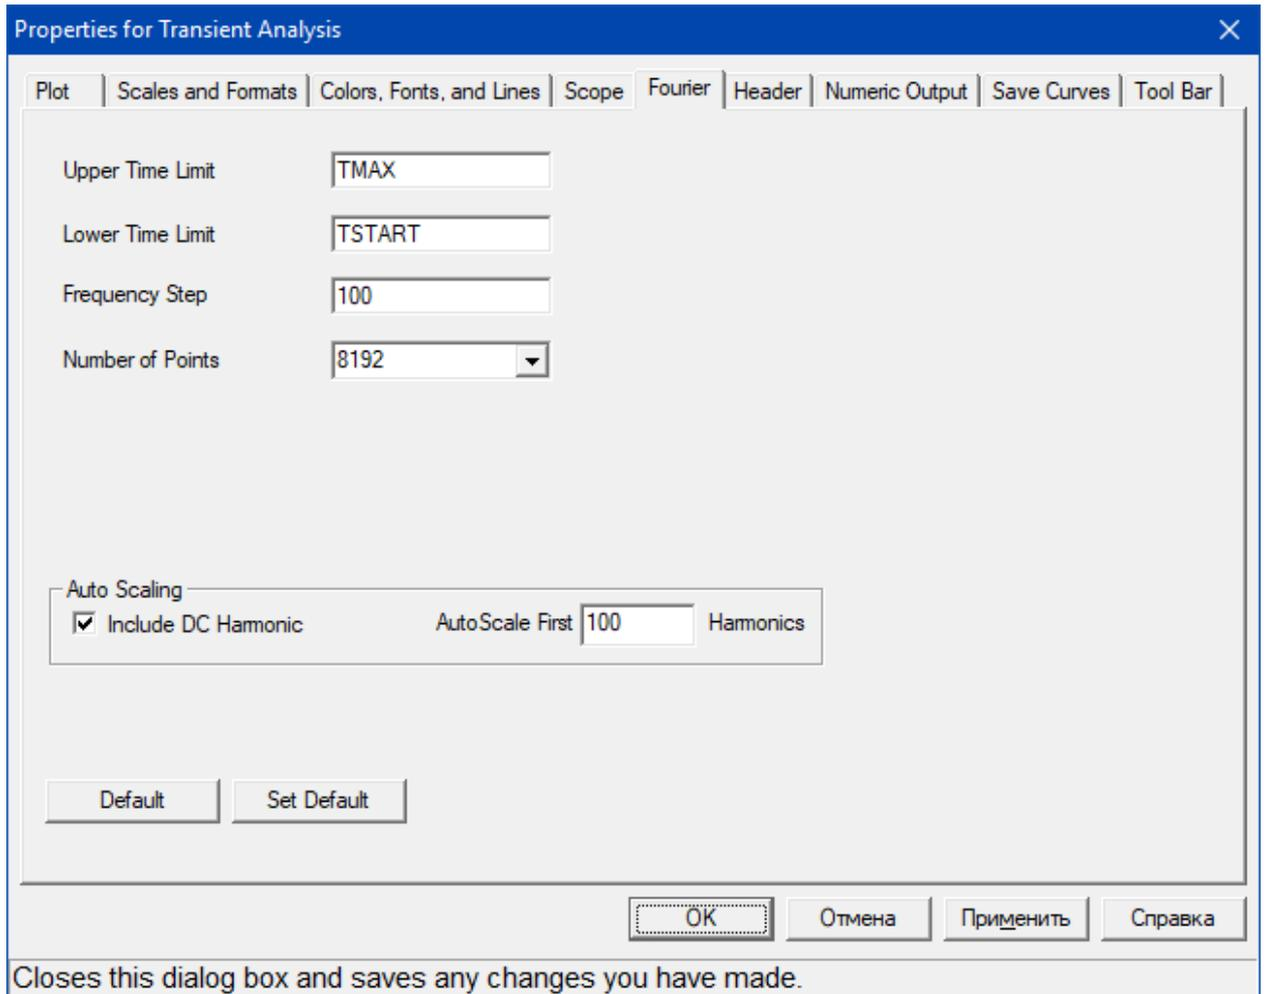

Рис. 8.3 - Установка параметров Фурье-анализа
4. Для настройки вывода спектральной диаграммы необходимо щёлкнуть левой клавишей мыши по полю графика и в появившемся окне настройки графиков зайти во вкладку *Fourier*. В этом окне (Рис. 8.3) необходимо установить число точек 8192 и число гармоник, для которых производится автомасштабирование, равным 100. Следует включить в операцию автомасштабирования и постоянную составляющую, поставив галочку в позиции *Include DC Harmonic*.